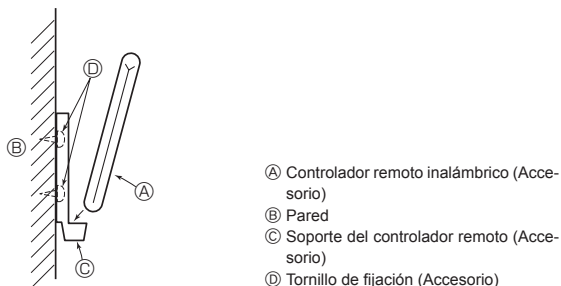

Fig. 7-5
7.3.1. Controlador remoto inalámbrico (Fig. 7-5)